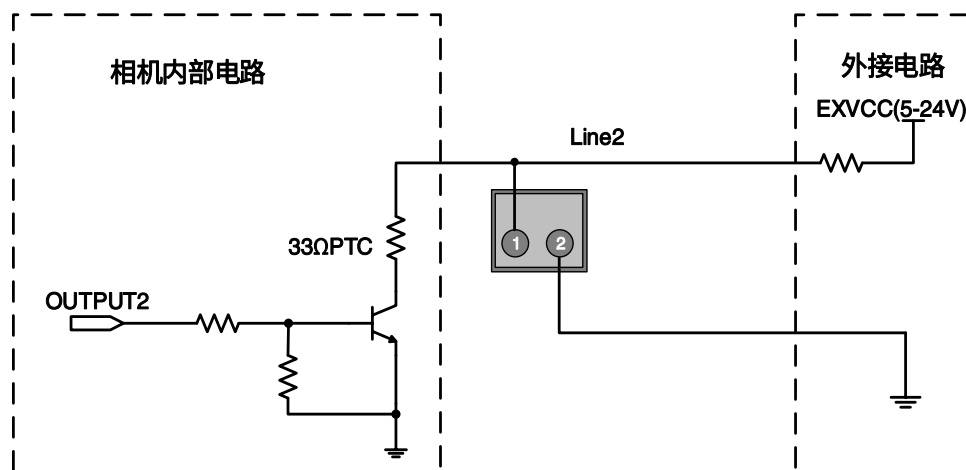

图 7-27 Line2 配置为输出引脚时相机内部等效电路
- Line2 配置为输出引脚时, 相机内部等效电路如图 7-27 所示, 以 Line2 为例